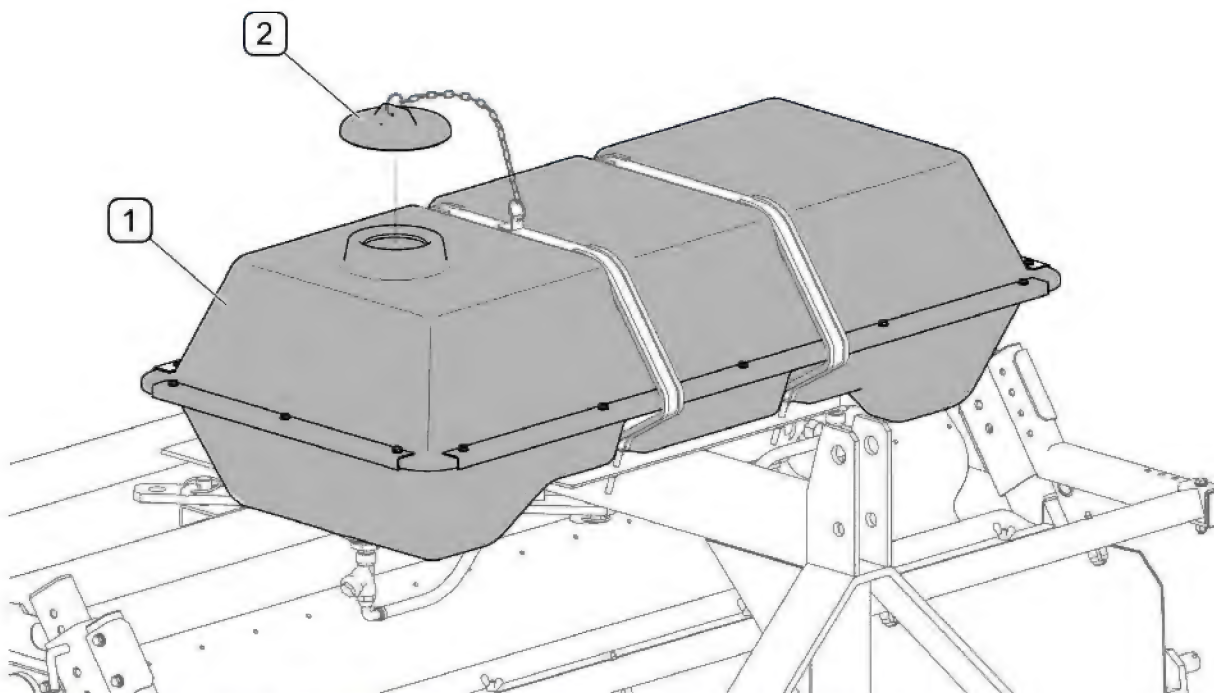

FIGURE 4.4A RESERVOIR D'EAU DU SYSTEME D'ARROSAGE
Remplissage du réservoir d'eau(1) doit être fait par le bouchon de remplissage (2) (FIGURE 4.4A) La contenance du réservoir est de 130 litres d'eau.